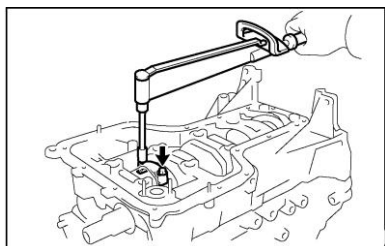

Рисунок II-184
2) Установите крышку шатуна и заверните крепежный болт динамометрическим ключом. ((см. Рисунок II-184))